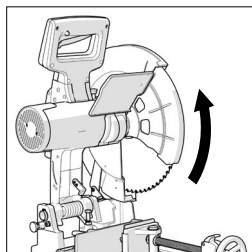

Fig. 5
- Cambie la protección inferior de la hoja a la protección superior de la hoja girándola a mano. (Fig. 5)